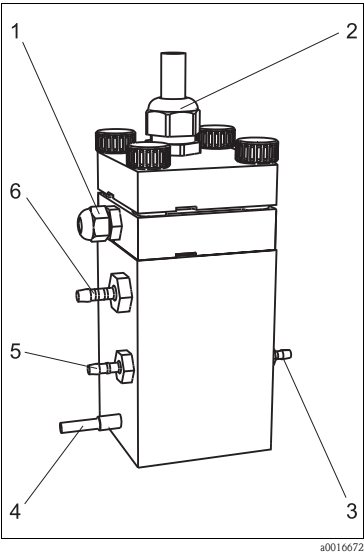

图 3: 集液器的结构示意图
2. 连接取样软管, 向分析仪供给试样, 试样溢流至合适的软管连接 (→ 图 3)。